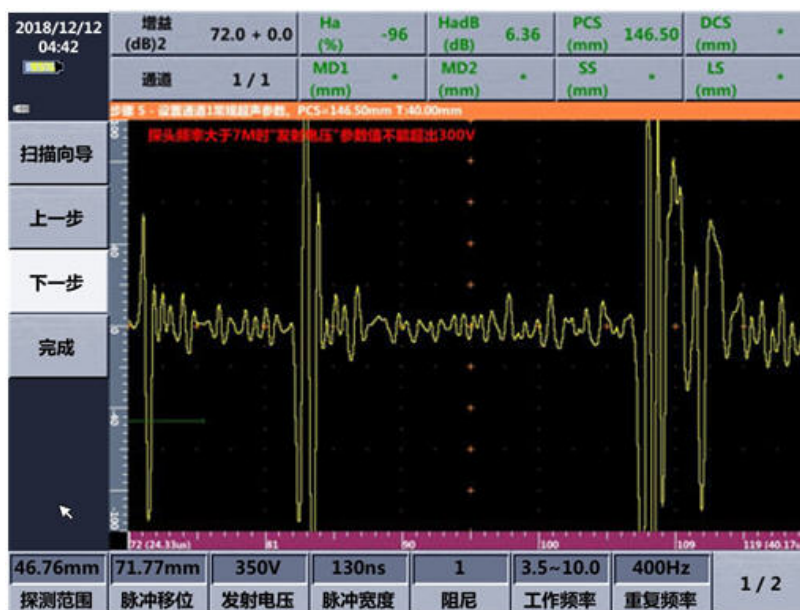

图 3-5 设置常规超声参数
- 5) “设置常规超声参数”，如图 3-5 所示。设置发射电压、发射脉冲宽度、